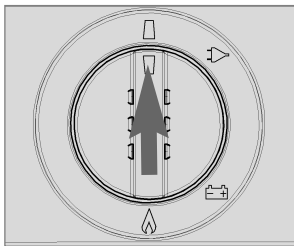

Fig. 33
- I modelli MES e AES si spongono con il tasto "MODO": Tenere premuto il tasto (A) per 2 secondi. Il display si spegne e l'apparecchio è completamente disattivato (Fig. 33).